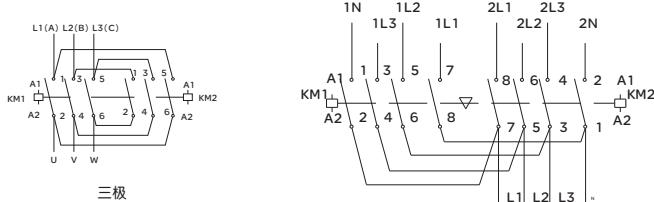
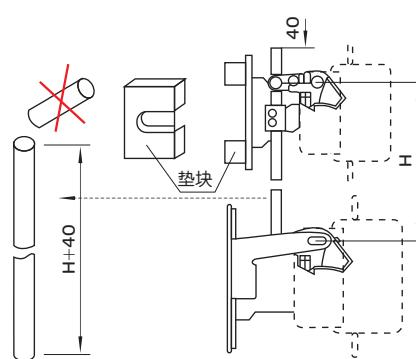

图3 可逆接触器的联接板连接图
图4 垂直安装的可逆接触器
- a. 机械联锁机构和两台CJX2接触器组成联锁产品时，联接板的连接方式(见图3)，可水平安装，也可垂直安装。垂直安装时，电流小的安装在上方。安装后，在连杆长度达到H+40时，可截去其上部长出部分(见图4)；
- b.CJX2-115-225和CJX2-265-630及机械联锁机构机构组成垂直安装的联锁产品时，须在CJX2-115~225下加垫块(见图4)。